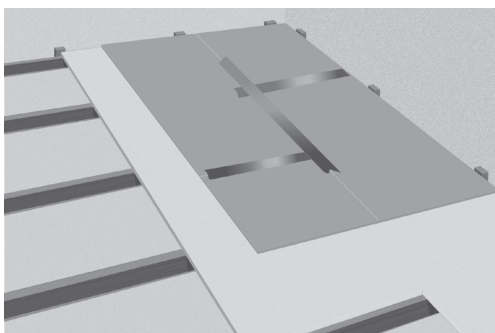

Рис. 4. Монтаж подложки
6. Установите плиты подложки, например отражающие плиты Heatcom (рис. 4). Накройте весь черновой пол. Плиты подложки необходимо устанавливать по схеме шахматной мозаики, а стыки между ними соединять лентой, чтобы зафиксировать их положение. На пороге дверного проема вместо плит подложки можно установить деревянный брус, который является более устойчивой опорой для настила. Высота бруса должна равняться толщине подложки с Alumat, а подходящая ширина составляет 30–50 мм. После монтажа нужно очень осторожно обращаться с плитами подложки, чтобы не повредить их вследствие интенсивного движения или падения на них предметов.